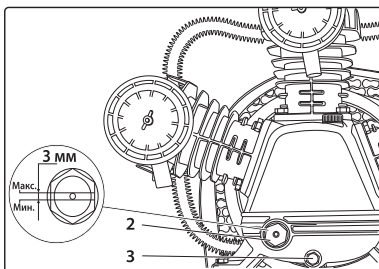
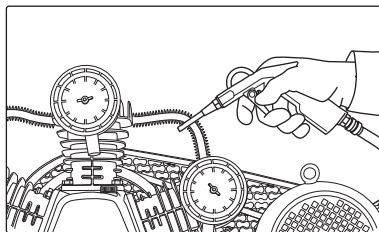

рис. 5
рис. 13
Необходимо произвести полную замену масла. Для этого отвернуть болт сливного отверстия (3) (рис. 5) и дождаться полного слива масла из картера. Для слива отработанного масла использовать специальную емкость. После этого установить болт на место и залить новое масло. Уровень проверить по смотровому окну (2) (рис. 5). Рекомендуется продуть сжатым воздухом все ребра головок компрессора (рис. 13). Их очистка позволяет увеличить эффективность системы охлаждения и в результате продлить срок службы компрессора.